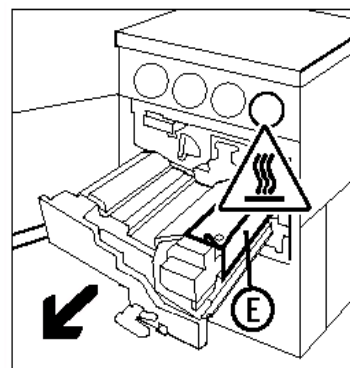

Figure 42 : Retrait du transport papier
- 3 Saisissez le transport papier et tirez-le fermement jusqu'à ouverture complète (voir la figure 42).